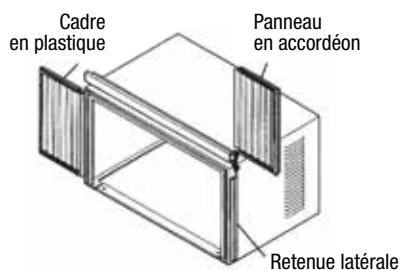

FIG. 9
2. Faites glisser la section « I » du panneau en accordéon dans le dispositif de retenue latéral sur le côté du caisson. (Voir Fig. 9) Faites ceci des deux côtés.